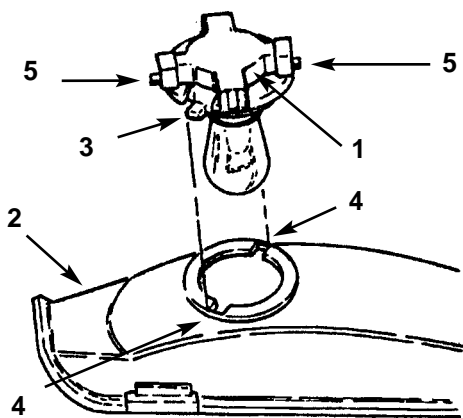

Bild 35
3. Die Birnenfassung um $\frac{1}{4}$ Umdrehung im Gegenuhrzeigersinn drehen und aus dem Reflektor entfernen (Bild 35).